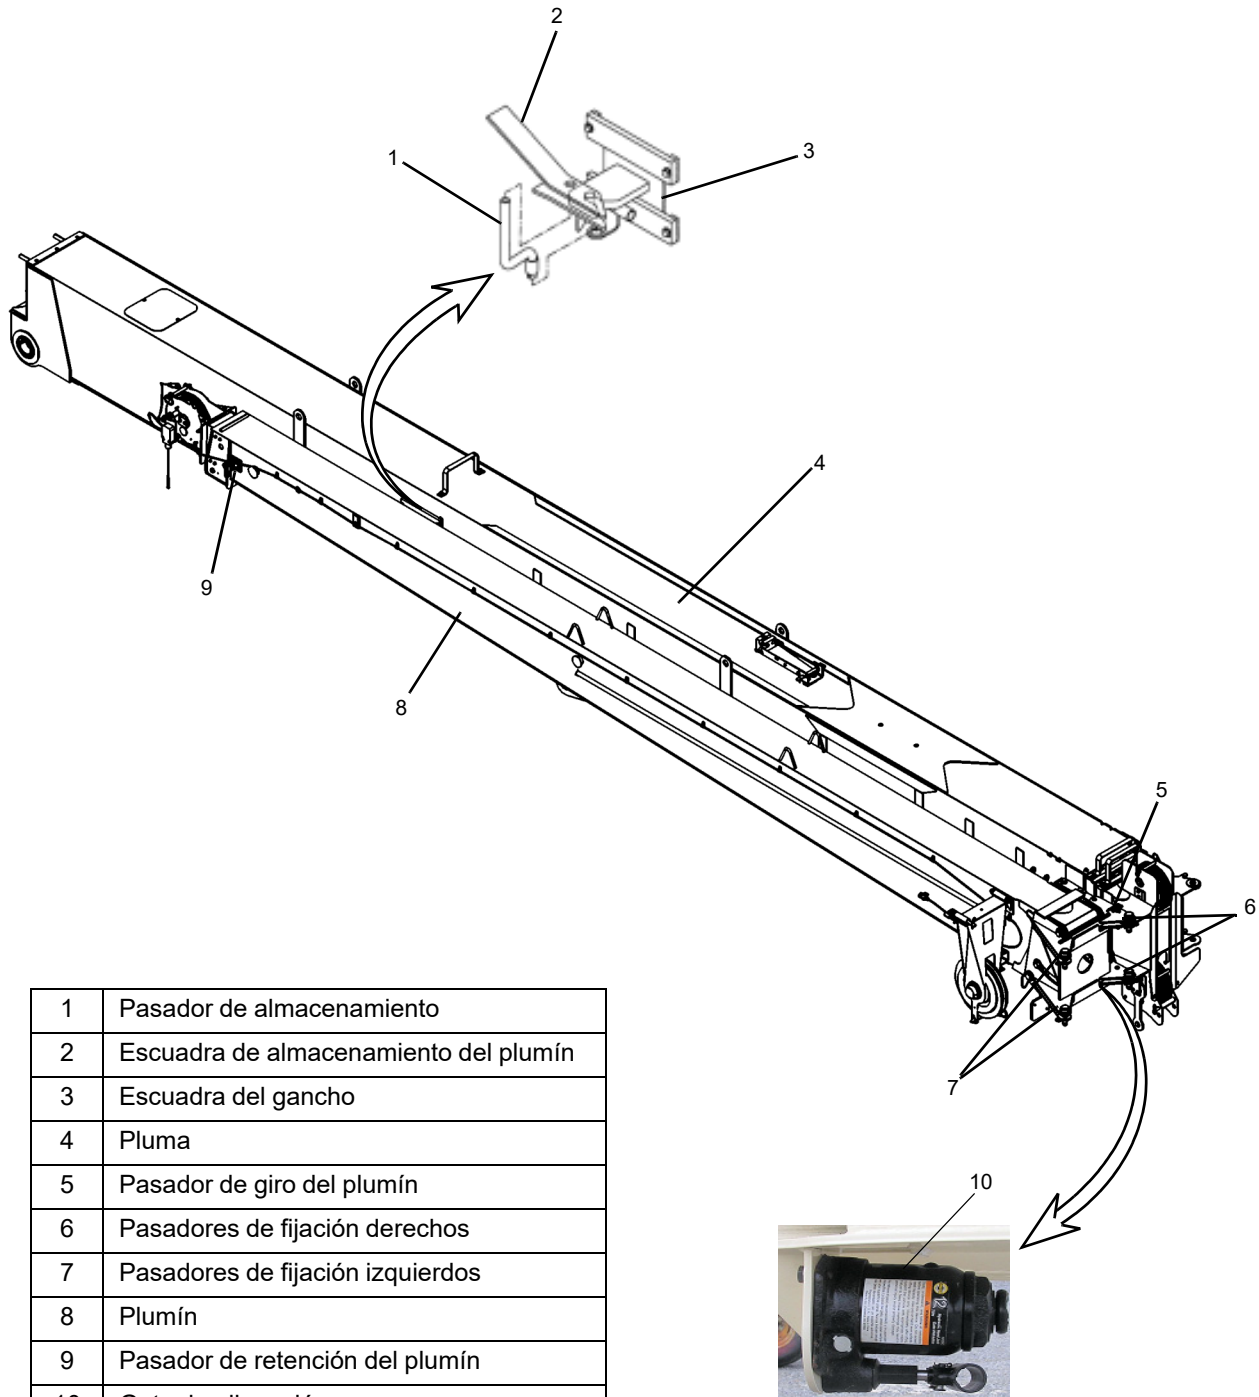
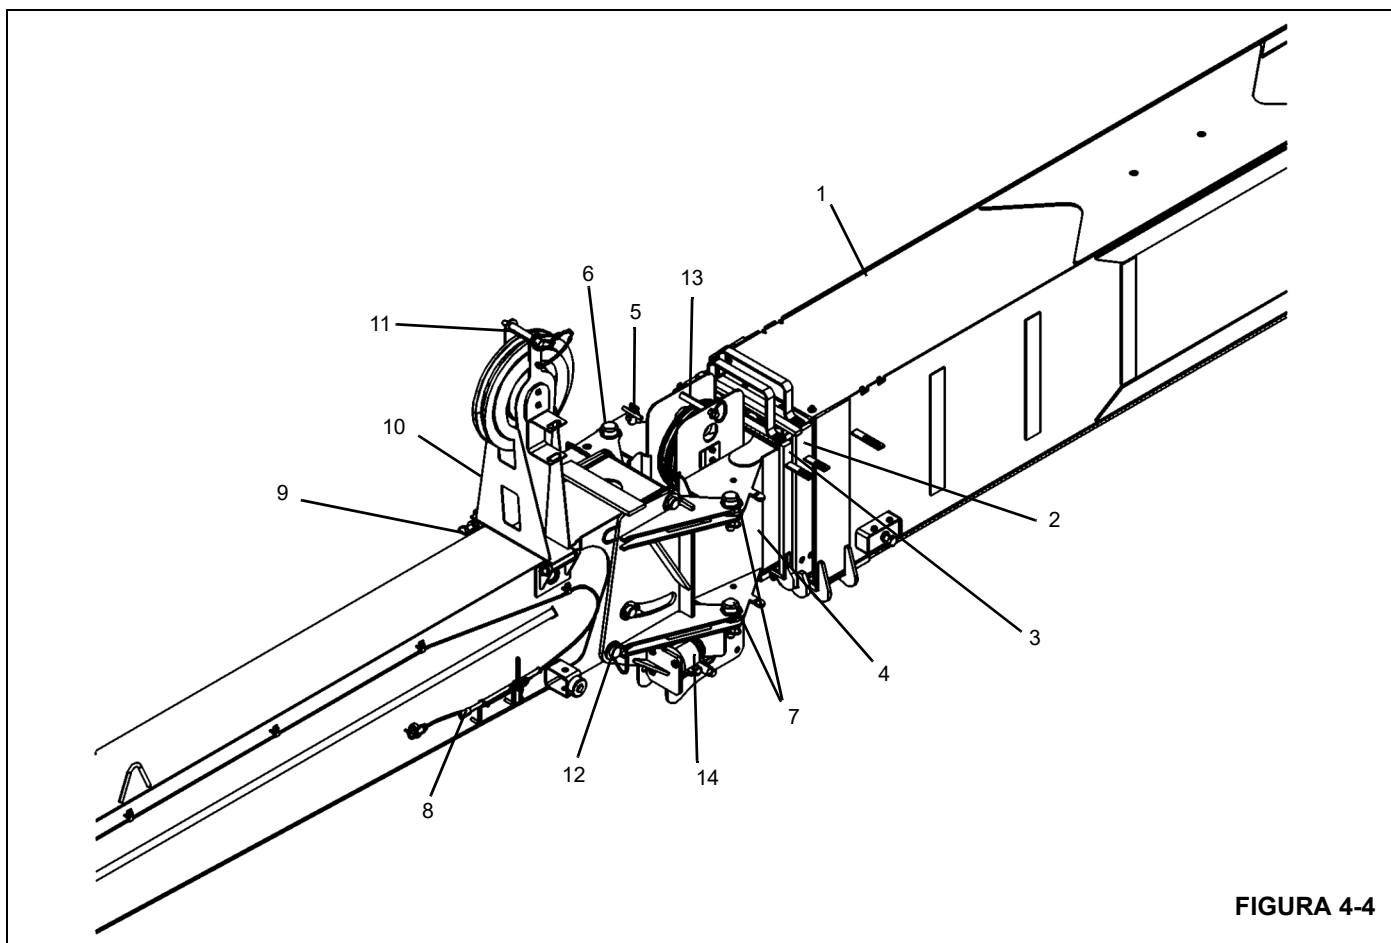

FIGURA 4-3
FIGURA 4-4
6. Verifique que el plumín esté debidamente almacenado (Figura 4-3):
- a. El retiro de los pasadores de fijación derechos (6), sin la instalación correcta del pasador de almacenamiento (1) y el pasador de giro del plumín (5), podría permitir que el plumín se caiga.
- b. Si se extiende la pluma con el plumín almacenado y sin haber extraído los pasadores de fijación derechos (6), se dañará la máquina al extenderla.
7. Intente girar el plumín a la posición de trabajo o de almacenamiento únicamente con la pluma horizontal, con el pasador de almacenamiento (1, Figura 4-3) y el pasador de giro del plumín (5) retirados y los pasadores de fijación derechos (6) instalados en su lugar. El plumín podría girar fuera de control si la pluma no está horizontal.
12. No extienda/retraiga la pluma a menos que se encuentre en posición horizontal y se hayan extraído el pasador de almacenamiento (1, Figura 4-3) y el pasador de giro del plumín (5) durante los procedimientos de colocación o retiro de la posición de almacenamiento.
1. El pasador retenedor de plumín (9, Figura 4-3) siempre deberá estar instalado durante el funcionamiento.
3. La sección extensible puede salirse de la 1ª sección del plumín cuando se saca el pasador de retención de plumín (9, Figura 4-3). Mantenga al personal alejado del área.
2. Utilice la función de elevación para bajar la pluma de modo que los pasadores de fijación (6 y 7, Figura 4-3) puedan accederse fácilmente desde el suelo.
4. Instale los pasadores de fijación derechos (6, Figura 4-3) en las orejetas superior e inferior del plumín con las pinzas de resorte retenedoras. Estos pasadores se utilizan como punto de pivote para girar el plumín a la posición desplegada.
5. Ubique la posición de almacenamiento de los pasadores de fijación (7, Figura 4-3). Si están en los agujeros de fijación del plumín o los agujeros de plumín en la caja de poleas de la pluma, saque los pasadores de la posición de almacenamiento.
6. Saque el pasador de giro del plumín (5, Figura 4-3) de la orejeta superior del plumín.
7. Saque el pasador de almacenamiento (1, Figura 4-3) y almacénelo en la escuadra del gancho (3); asegúrelo con una pinza de resorte.
10. Utilice la función de telescopización para extender la pluma lentamente aproximadamente 30 cm (12 pulg). Este procedimiento saca el plumín de la escuadra del gancho (3, Figura 4-3).
12. Instale el pasador de fijación superior izquierdo (7, Figura 4-3) y su pinza de resorte. Podría ser necesario martillar los pasadores levemente para instalarlos. Siempre utilice gafas protectoras al efectuar este paso.
13. Use el gato de alineación (10, Figura 4-3) para alinear el pasador de fijación inferior izquierdo (7, Figura 4-3).
- a. Quite la manija del gato (8, Figura 4-4) de la escuadra de almacenamiento de la pluma y compruebe que la válvula de liberación del gato esté cerrada.
- b. Extienda el gato de alineación (10, Figura 4-3) de modo que los agujeros de pasador inferior izquierdo (7, Figura 4-3) queden alineados.
- c. Instale el pasador de fijación inferior izquierdo (7, Figura 4-3) y su pinza de resorte.
- d. Abra la válvula de liberación del gato y retraiga el gato (10, Figura 4-3).
18. Instale el pasador de giro del plumín (5, Figura 4-3) y su pinza de resorte en las orejetas del plumín.
19. En el plumín extensible manual, tire del pasador de retención del plumín (9, Figura 4-3) y extienda la segunda sección tirando de la caja de poleas. Cuando la segunda sección del plumín se extiende, llega hasta un tope mecánico que permite instalar el pasador de retención de plumín (9, Figura 4-3). Instale el pasador (9) y la pinza de resorte.
- Los dos pasadores (6, Figura 4-3) instalados correctamente en los agujeros superior e inferior del plumín y a través de los agujeros correspondientes en la punta de la pluma.
1. Utilice la función de elevación para bajar la pluma de modo que los pasadores de fijación de ese lado (6 y 7, Figura 4-3) puedan accederse fácilmente desde el suelo.
2. Plumín de dos secciones - En los plumines extensibles manualmente, tire del pasador de retención de plumín (9, Figura 4-3) y retraiga la 2ª sección completamente dentro de la sección telescópica 1. La retracción de la 2ª sección puede facilitarse si se fija un receptáculo de cuña de cable de carga a la punta del plumín. Accione la función de elevación del malacate lentamente hasta retraer la 2ª sección completamente.
3. Plumín de dos secciones - Vuelva a instalar el pasador de retención de plumín (9, Figura 4-3) a través de las secciones 1ª y 2ª del plumín y colóquelo una pinza de resorte.
7. Saque las pinzas de resorte de los pasadores de fijación izquierdos (7, Figura 4-3 y Figura 4-4) de las orejetas superior e inferior del plumín.
8. Quite el pasador de giro del plumín (5, Figura 4-3) de la punta de la pluma.
9. Saque los pasadores de fijación izquierdos (7, Figura 4-3 y Figura 4-4) de las orejetas superior e inferior del plumín. No retire los pasadores de fijación derechos (6) por el momento. Los pasadores de fijación derechos (6) se utilizarán como punto de pivote para girar el plumín a la posición de almacenamiento. Podría ser necesario martillar los pasadores levemente para sacarlos.
12. Utilice el cable guía conectado a la caja de poleas del plumín para girar el plumín lentamente a la posición de almacenamiento (paralelo a la sección telescópica 1 de la pluma). Los pasadores de fijación del lado derecho (6, Figura 4-3) son los puntos de pivote del plumín durante esta operación.
13. Instale el pasador de giro del plumín (5, Figura 4-3) con pinza de resorte a través de los agujeros de la orejeta del plumín y la caja de poleas de la pluma. Este pasador mantiene el conjunto del plumín alineado (paralelo) con la 1ª sección de la pluma.